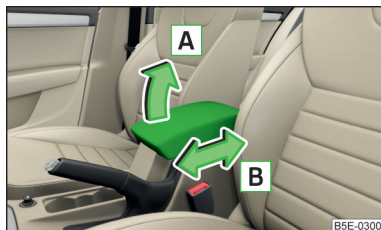

Fig. 65
- Pentru **reglarea pe înălțime**, ridicați cotiera în sensul săgeții **A** într-una din cele patru poziții de fixare » fig. 65.